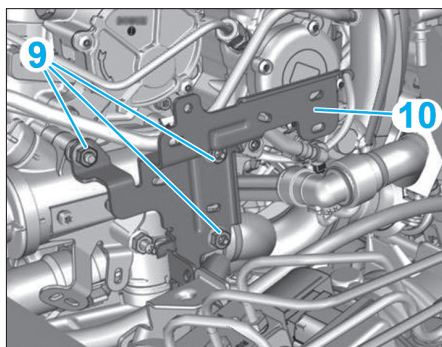

Fig. 44
- les écrous (9) (Fig.44),
- le support faisceaux (10).